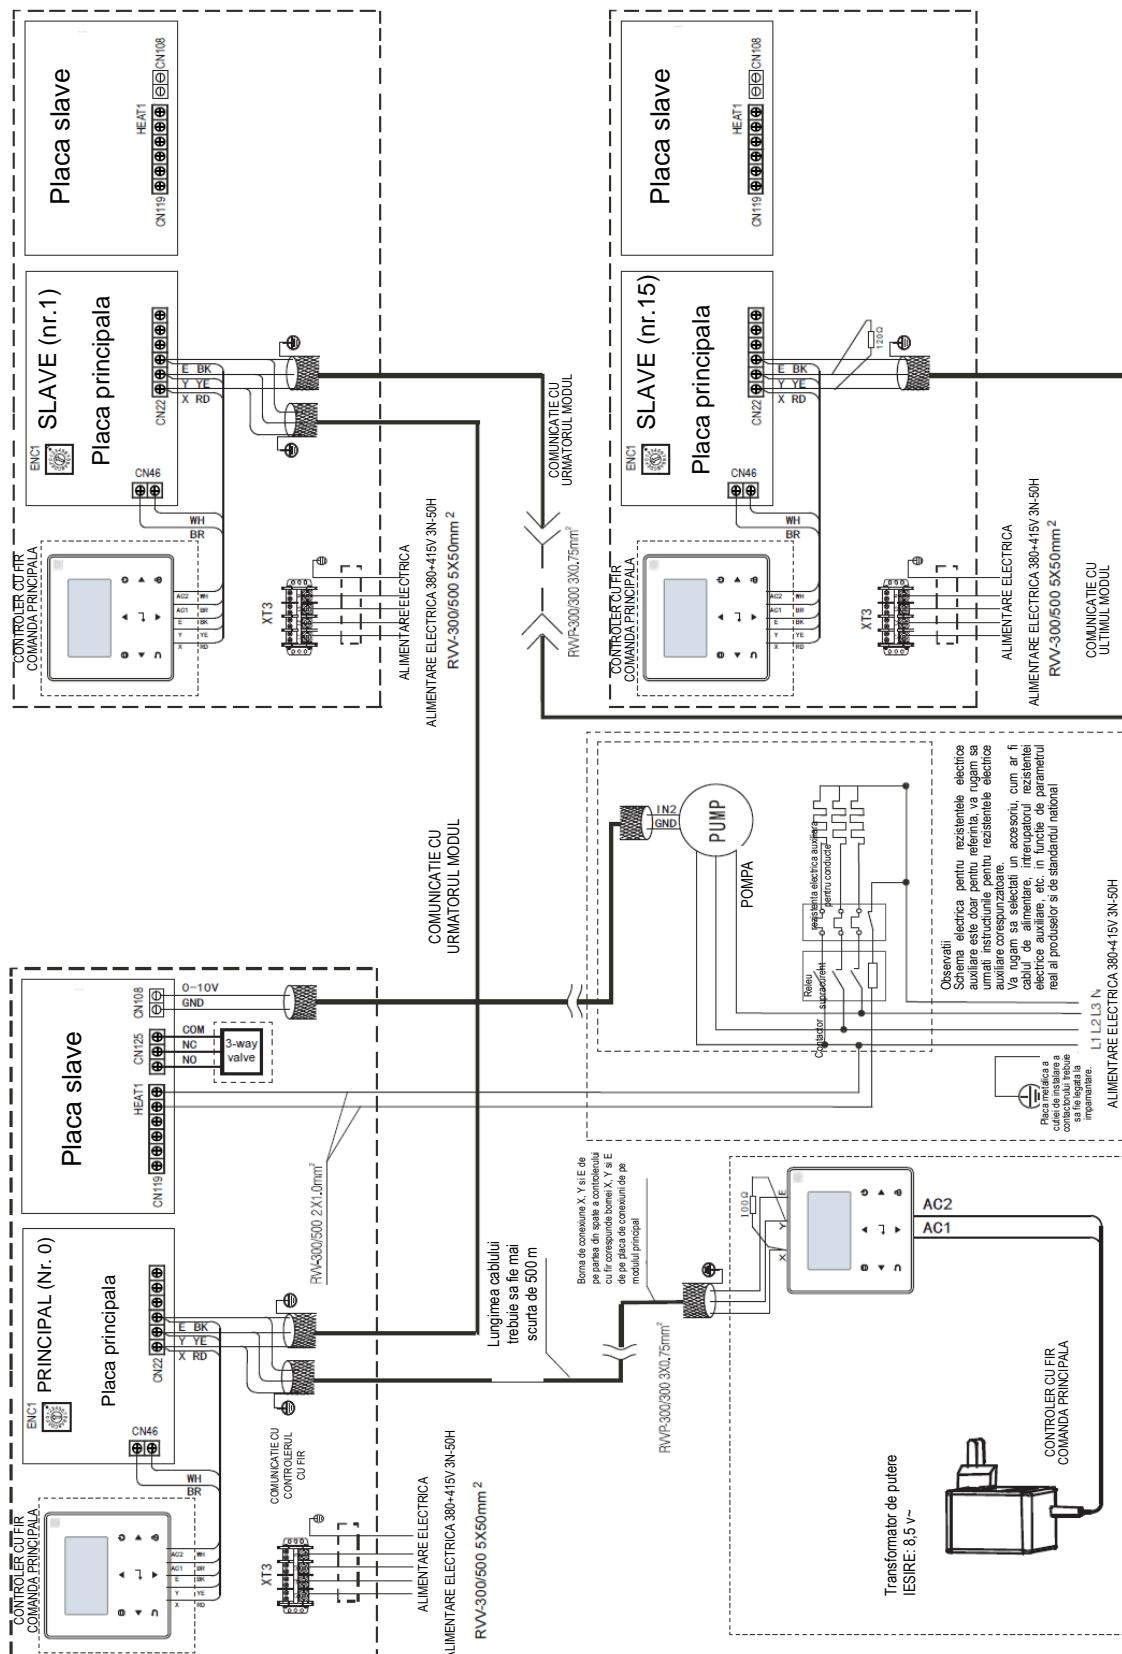

Fig. 8-18 Schema de comunicatii in retea a unitatii principale si a unitatii auxiliare pentru 110kW
c) Unitatile trebuie sa fie echipate cu o comanda de unitate principală (consultati Fig. 8-18 pentru schema electrica a comenzilor).